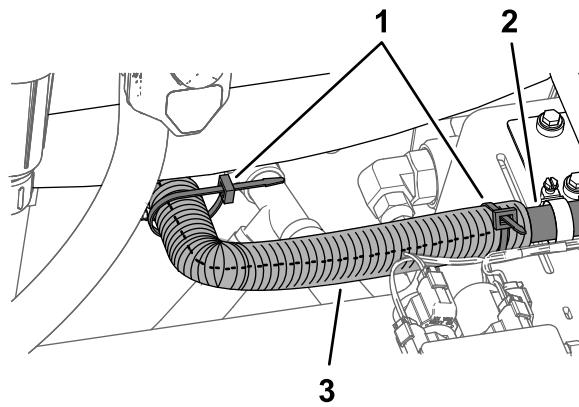

图31
6. 将开裂式螺旋管道安装到冲洗水箱与冲洗水箱泵之间的软管43.3cm上用2条扎带固定管道 图31。